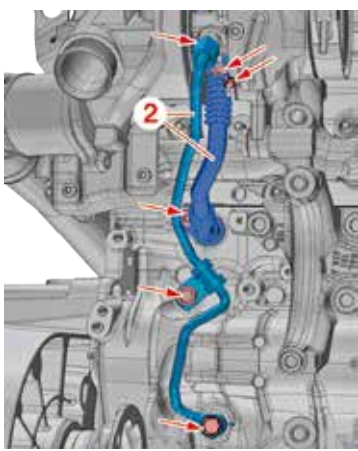

Fig.35
- Staccare i condotti (2) (Fig.35).